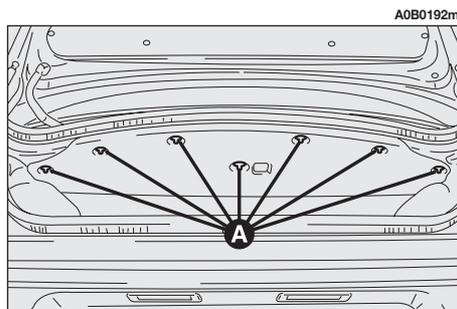

fig. 64
- Ruotare i bottoni di fissaggio (**A-fig. 64**) fino ad avvertirne lo sgancio ed abbassare il rivestimento.